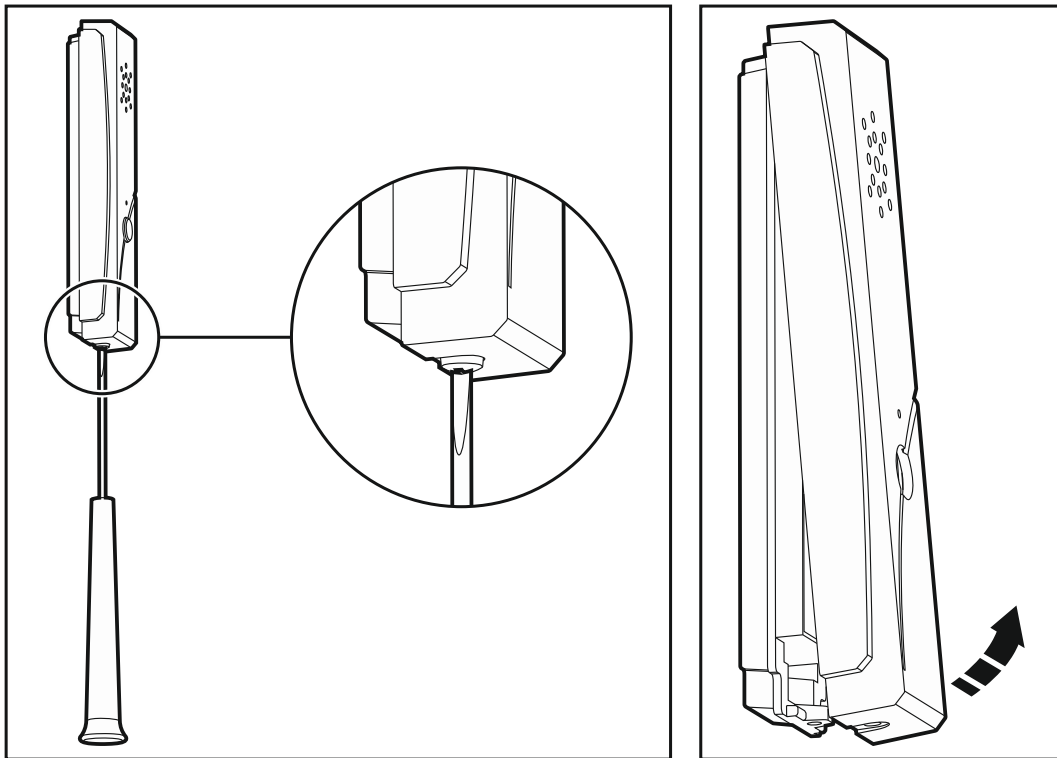

Рис. 21. Открытие корпуса терминала INT-AVT.
1. Выкрутите шуруп, откиньте крышку вверх и снимите ее (см.: рис. 21). Крышка и основание по-прежнему будут соединены с помощью проводов динамика.